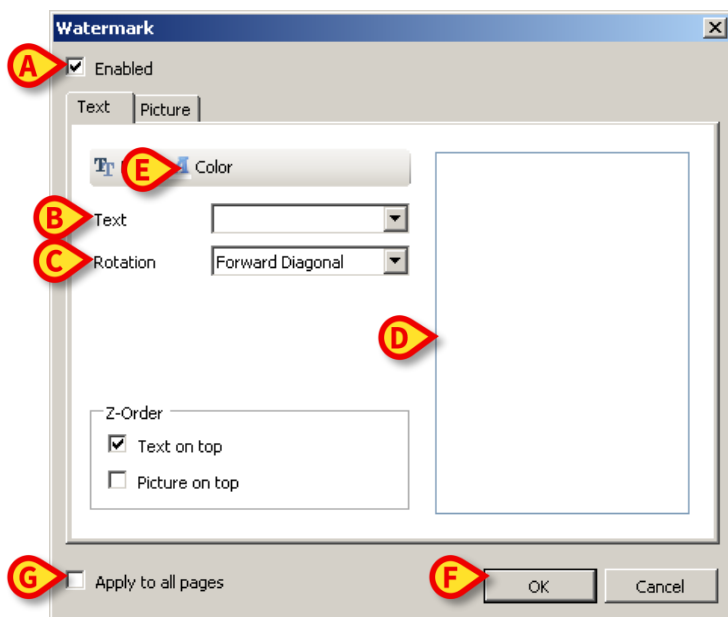

Fig 25
Sarà visualizzata la seguente finestra (Fig 25).
- assicurarsi che il checkbox “**Abilita**” sia selezionato (Fig 25 **A**). In caso contrario i contenuti della finestra non possono essere modificati.
- Inserire il testo nella casella “**Testo**” (Fig 25 **B**).
- Specificare l’orientamento della filigrana (diagonale, orizzontale, verticale) utilizzando il menù “**Rotazione**” (Fig 25 **C**).
Un’anteprima sarà visualizzata nell’area indicata in Fig 25 **D**.
- Utilizzare i pulsanti indicati in Fig 25 **E** per scegliere il tipo di carattere e il colore della filigrana.
- Cliccare il pulsante **Ok** (Fig 25 **F**).
Se il checkbox “**Applica a tutte le pagine**” è selezionato (Fig 25 **G**) la filigrana è applicata a tutte le pagine del documento, altrimenti solo alla pagina corrente.